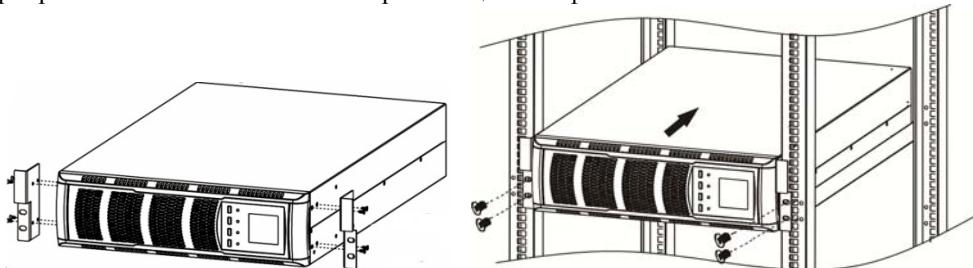

Рисунок 5 – Порядок установки ИБП в стандартный шкаф или стойку для телекоммуникационного оборудования шириной 19 дюймов
7.1.3 Установку ИБП в шкаф следует производить при помощи монтажного комплекта МК21 (монтажный комплект МК21 не входит в комплект поставки ИБП, и может быть приобретен дополнительно при заказе ИБП) в следующей последовательности (рисунок 5):